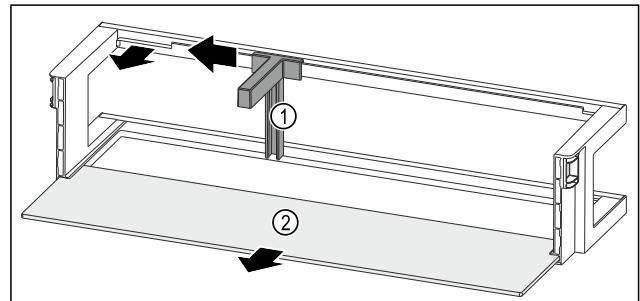

Fig. 128 Balconnet de contre-porte avec porte-bouteilles et tablette de rangement
- ▶ Pousser le porte-bouteilles Fig. 128 (1) sur le côté jusqu'à l'évidement.
- ▶ Retirer le porte-bouteilles Fig. 128 (1).
- ▶ Retirer la tablette de rangement Fig. 128 (2).